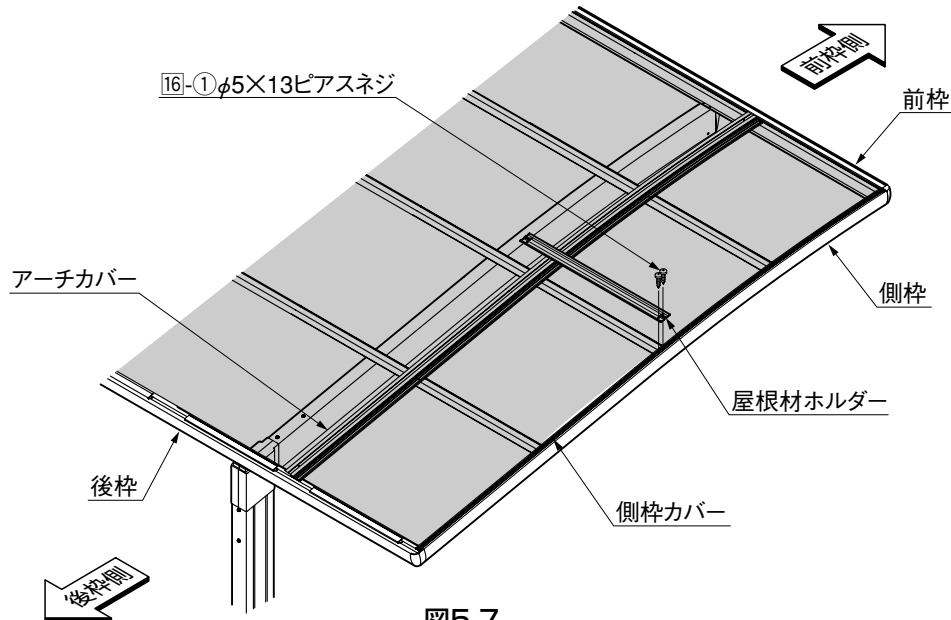

図5-7
- ① 屋根材ホルダーを後枠側から数えて2本目の母屋の真上の位置に[16]-①で取付けてください。(図5-7参照)
- ② サポートと併用する場合は、前枠と後枠から数えてそれぞれ1本目の母屋の真上の位置に取付けてください。